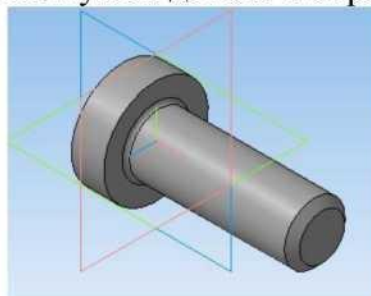

Рис. 8.
11. Сравните получившуюся деталь с образцом на рис. 8.